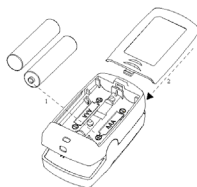

Abbildung 2 Einlegen der Batterien
1. Folgen Sie den Anweisungen in Abbildung 2 und legen Sie die zwei AAA-Batterien richtig in das Batteriefach ein.